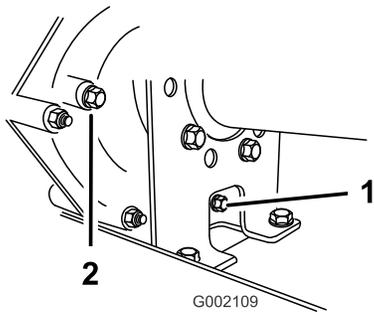
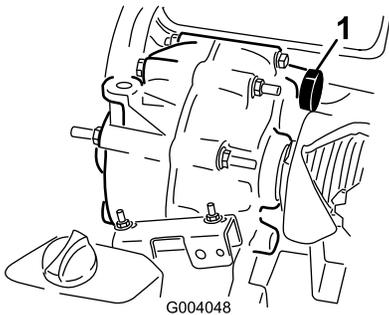

Figura 35
Figura 36
2. Retire el tapón de vaciado del lado derecho del depósito (Figura 35) y deje que se drene el aceite en un recipiente apropiado. Vuelva a colocar el tapón y apriételo cuando el aceite se haya drenado.
3. Llene el depósito (Figura 36) con aproximadamente 1,4 litros de aceite de motor SAE 10W30, o hasta que el nivel del aceite llegue a la parte inferior del orificio indicador de nivel (Figura 35).